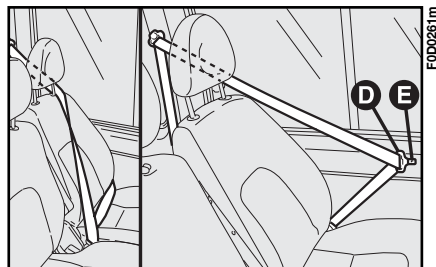

Abb. 11
Der Rücksitz ist mit Dreipunkt-Trägersicherheitsgurten mit Aufroller für die seitlichen und mittleren Sitzplätze ausgestattet **Abb. 11**.
- **Abb. 11** seitlicher linker Sitzplatz in der ersten Reihe